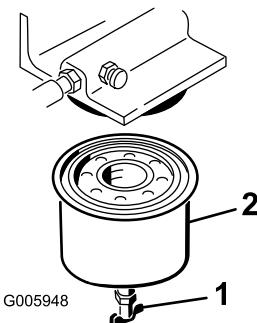

Рисунок 32
4. Откройте сливной клапан (Рисунок 32), слейте топливо из топливного фильтра в подходящую емкость и утилизируйте его в установленном порядке.
5. Снимите топливный фильтр с помощью ключа для топливного фильтра (Рисунок 32).